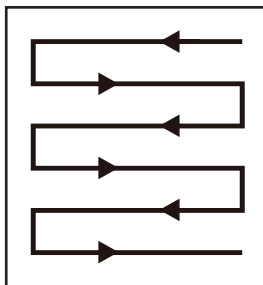

Fig. 12
- Empurre lentamente o produto para a frente. Fique sempre atrás do corta-relva e segure a pega (1) com ambas as mãos para o utilizar.
- Corte em linhas com ligeira sobreposição. O padrão mais eficaz para cortar relva é em linhas retas ao longo de um dos lados. Isso mantém as linhas uniformes e garante que o corte é realizado em todo o relvado, sem deixar nenhuma zona por cortar (Fig. 12).